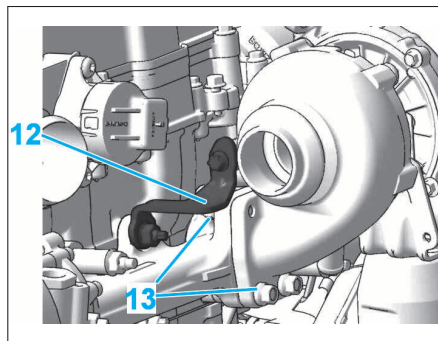

FIG. 65
- Débrancher la canalisation de retour d'huile (en (A)) et le tuyau de dépression de commande du turbocompresseur (en (B)).
- Déposer la patte de renfort (12) (sur DV6TED4) (Fig.65).